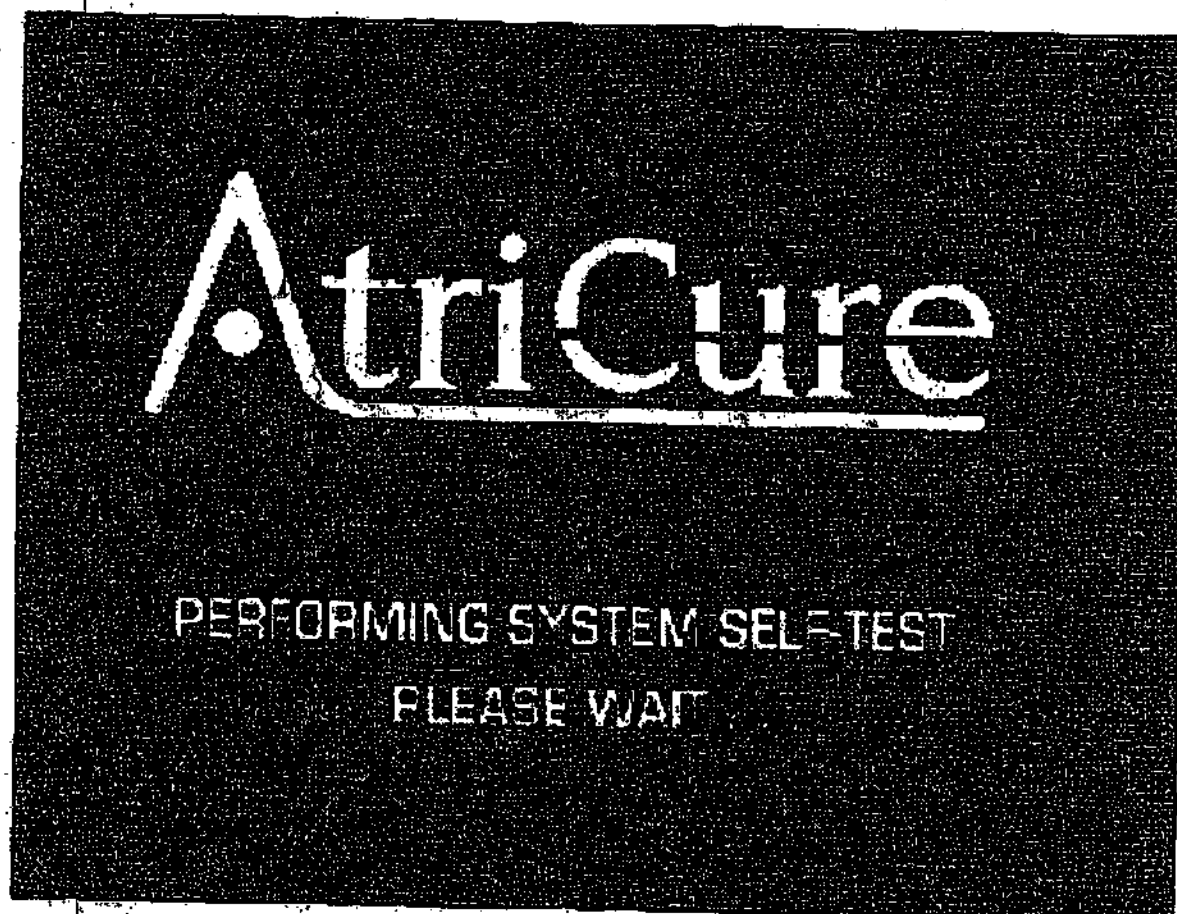

Рисунок 5 – Дисплей системы при выполнении процедуры самотестирования
2. Включите систему при помощи переключателя ON/OFF, расположенного на модуле настройки мощности на задней панели. Сразу после подачи питания система выполнит процедуру самотестирования (см. рисунок 5). При успешном прохождении всех этапов самотестирования система перейдет в режим ожидания. В случае же невыполнения хотя бы одного из таких этапов система перейдет в режим отказа. При выполнении самотестирования система издает два коротких звуковых сигнала. Оператор должен постоянно обращать внимание на то, чтобы эти сигналы раздавались при каждом включении системы.